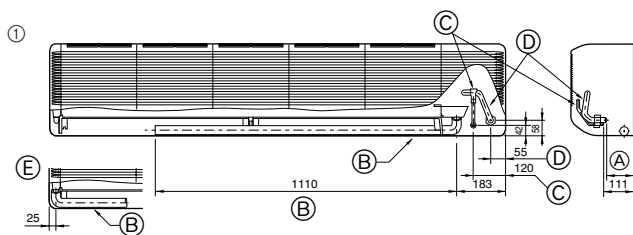

Fig. 4-3
- ① Posición de los tubos del refrigerante y de drenaje (Fig. 4-3)